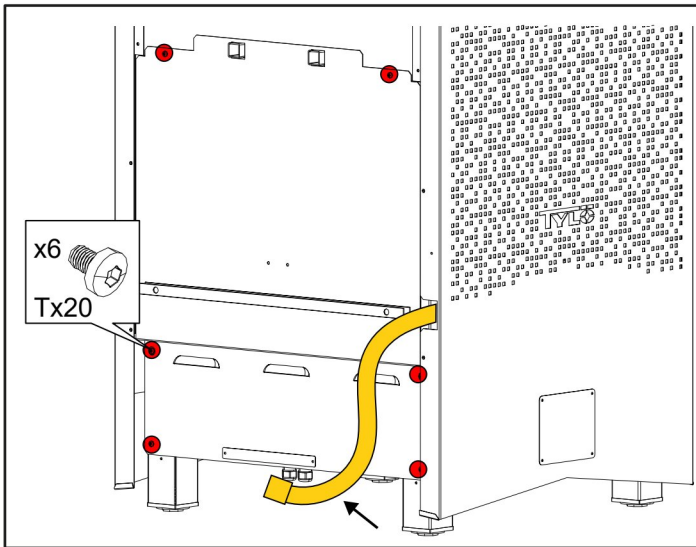

Figura 9: Sollevare il LED e svitare lo sportello
3. Estrarre la striscia LED, vedere la Figura 9.
4. Svitare i bulloni sul portello, vedi Figura 9.